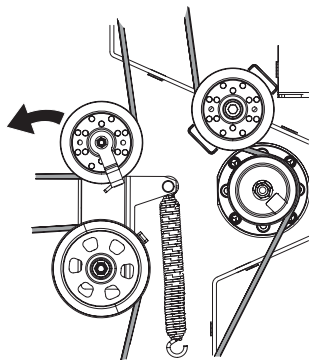

Figure 47
9. Tirez le côté droit de la courroie et placez le côté plus étroit en forme de « V » de la courroie de la prise de force dans la poulie de la prise de force (Figure 47).